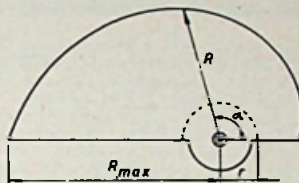

Fig. 13
d) De maximale capaciteit van een logaritmische variabele condensator (fig. 13) bedraagt: